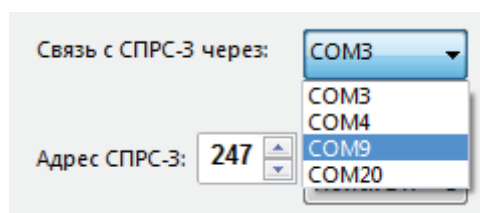

Рисунок 3. Пример выбора COM-порта, соответствующего порту RS-485
- в выпадающем списке COM-портов обнаруженных в компьютере «Связь с СПРС-3 через» выбрать COM-порт, соответствующий порту RS-485 (рисунок 3);